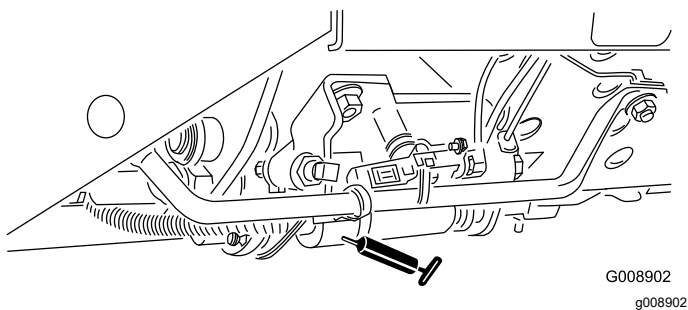

Рисунок 68
- Ползунок режима сжатия/транспортировки (Рисунок 68)